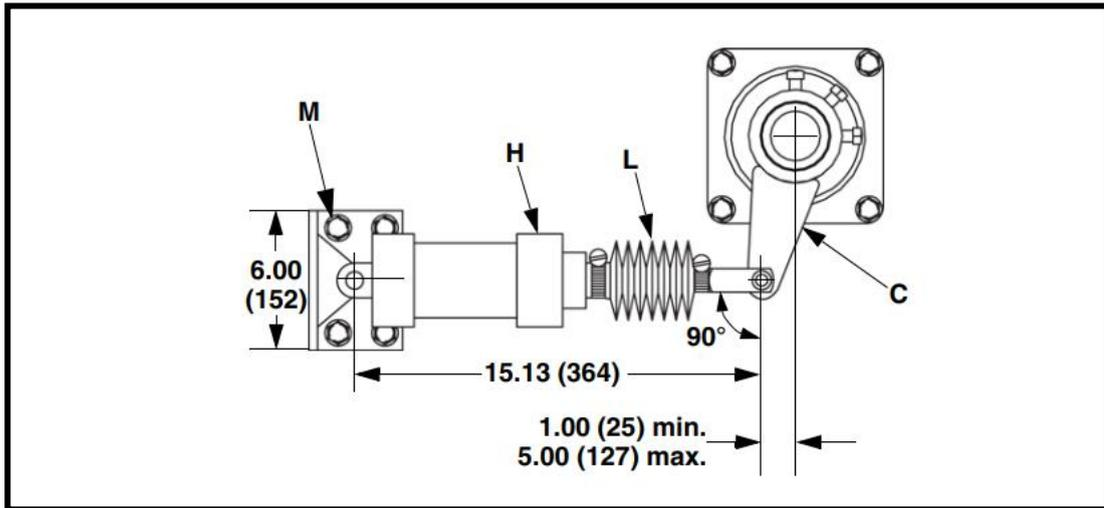

Figura 16. Instalando componentes del tensionador.
6. Asegúrese de que la distancia entre la línea central vertical del bastidor principal y la línea central vertical del pasador de horquilla del brazo de fuerza esta entre 25 a 127 mm (1 a 5”), como se muestra en la figura 16.
7. Empuje el brazo de fuerza (C) hacia el cilindro de aire (H) hasta que la bota de la varilla cosida (L) se retraiga y la distancia entre los pasadores de horquilla del cilindro mida 364 mm (15 – 1/8”)
9. Retire el pasador de horquilla (K) y la chaveta (J). Retire el soporte de montaje.